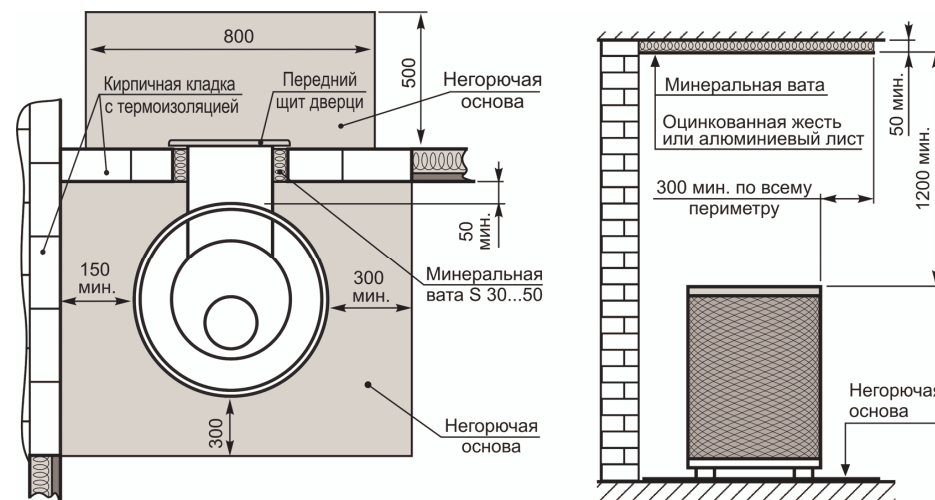

Рис. 5
- минимальные расстояния между печью и стенами бани показаны на рис. 5;
- деревянный потолок над печью должен быть изолирован минеральной ватой толщиной не менее 50 мм **и прикрыт оцинкованной жесью** или алюминиевым листом (см. рис.5).